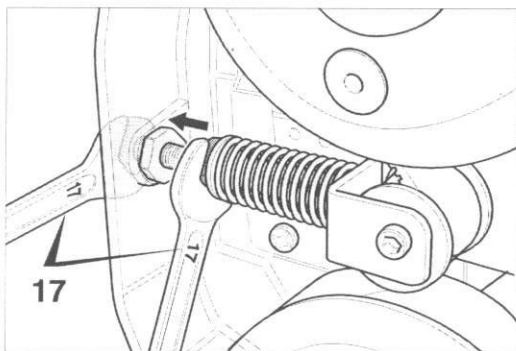

Fig. 38 Dévissez les écrous de serrage jusqu'aux contre-écrous.
- 8 Pour détendre le ressort, tournez maintenant le deuxième écrou jusqu'au contre-écrou (fig. 38).